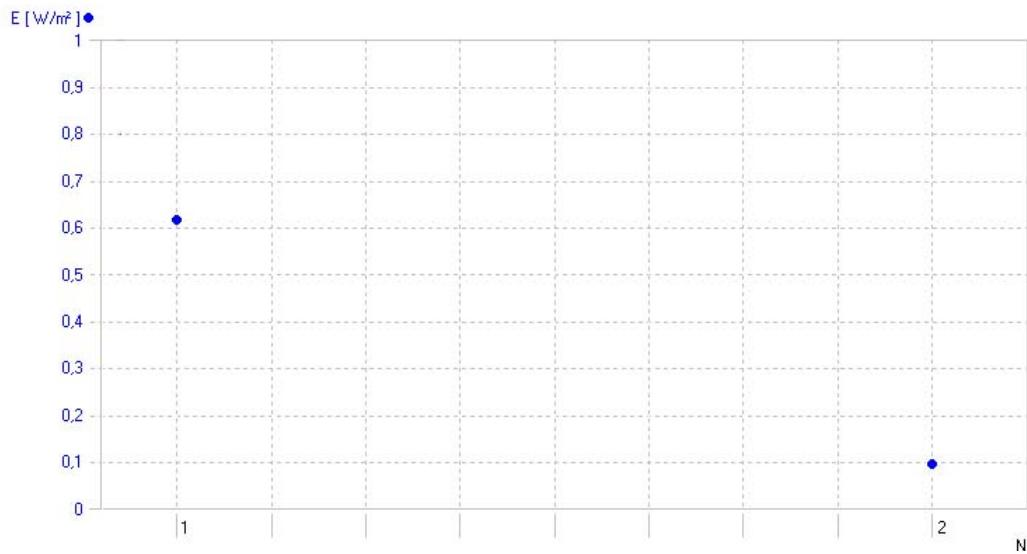

Fig. 3 Visualisation à l'écran des points de mesure de l'expérience précédente avec 3B NETlab™ (U11310)
- Représentez graphiquement la dépendance des valeurs mesurées (Fig. 3).